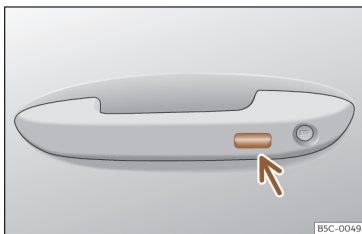

**Fig. 89** Manípulo da porta: superfície sensora.
- **OU:** através do sistema Keyless Access (apenas fecho): Mantenha um dedo durante alguns segundos sobre a superfície sensora de bloqueio >>> **Fig. 89** (seta) do manípulo da porta para fechar as janelas e o teto. Se deixar de tocar na superfície sensora, a função de fecho é interrompida.
Mantenha um dedo durante alguns segundos sobre a superfície sensora de bloqueio >>> **Fig. 89** (seta) do manípulo da porta para fechar o teto. Se deixar de tocar na superfície sensora, interrompe a função de fecho.